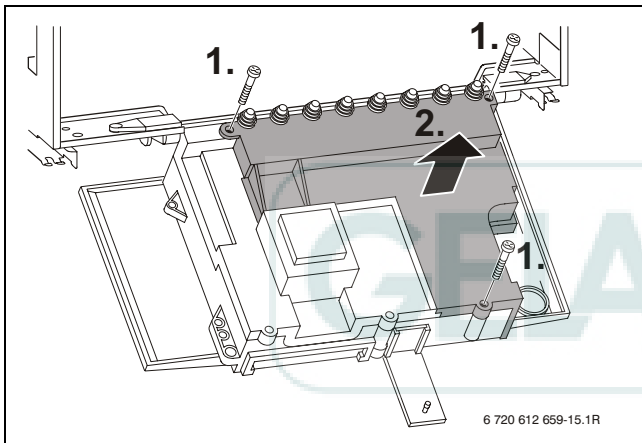

Fig. 16
- ▶ Svitare le viti di fissaggio ed estrarre la copertura posteriore (→ fig. 16).